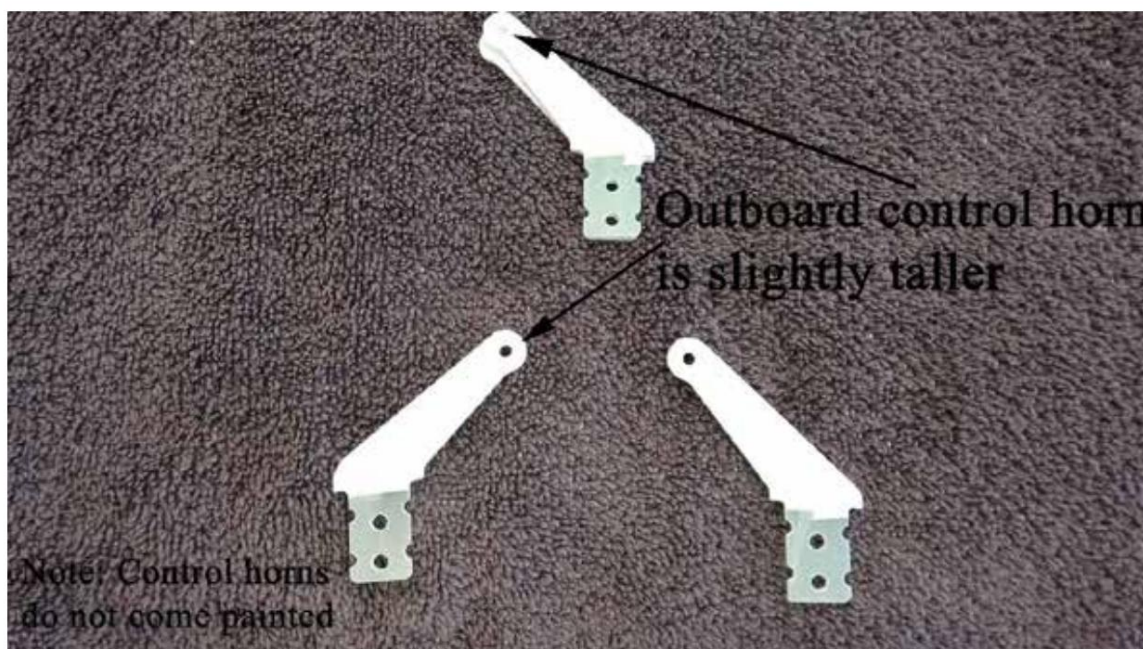

Figure 9
7. L'assemblage de l'aile est presque identique aux stabs horizontaux. Commencer par charnière, je recommande de placer d'abord les charnières dans l'aile, puis d'accoupler l'aileron. Passez maintenant à l'installation de vos guignols de commande, ces deux éléments utilisent les mêmes techniques que le stabilisateur horizontal et la gouverne de profondeur. Cependant, les cornes de commande extérieures sont légèrement plus hautes que l'intérieur. Vous devrez tenir les cornes ensemble pour identifier les cornes les plus hautes, car elles sont de taille très proche, voir figure 9.